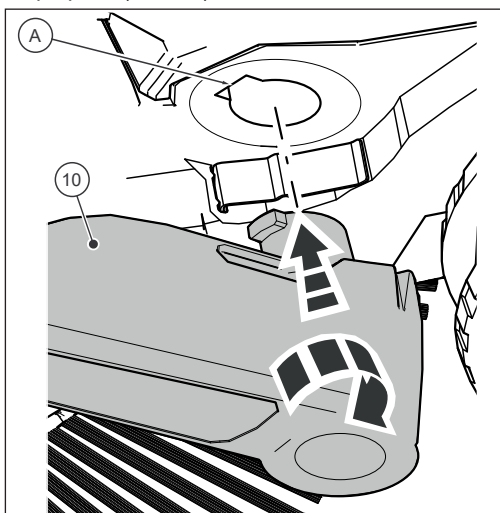

Bild 3a.
1. Placera dig mellan tryckstangen (1) framför apparaten.
2. Placera ett av de två handtagsbeslagen med spärrfiken på handtagsbeslaget (10) i det spår som finns på ramen (A) så att det kan spärras på plats (bild 3a.)